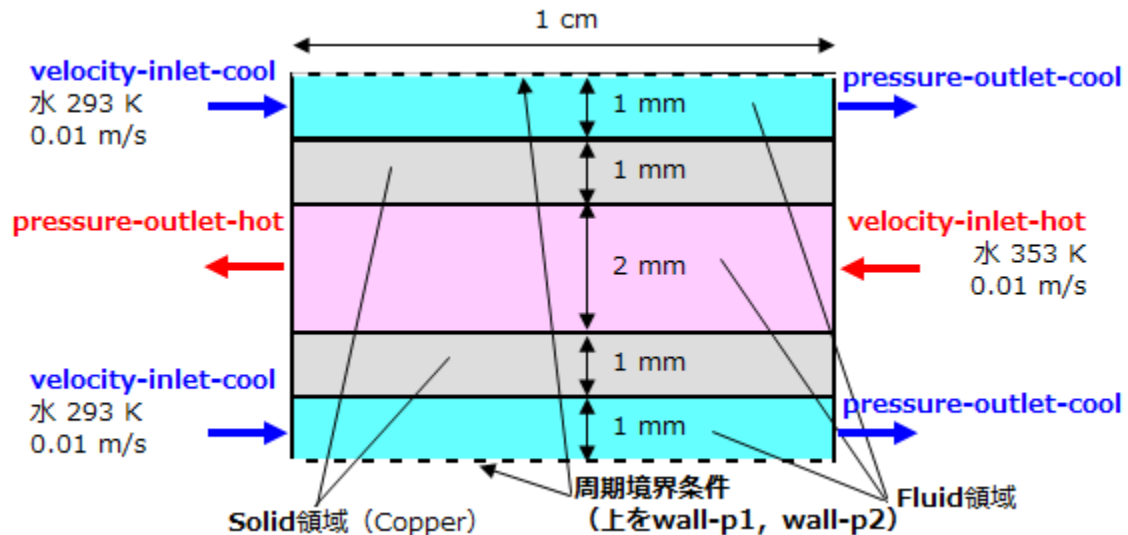

図 17 熱交換器シミュレーションの設定
図 17 に示す入口温度 293 K の水と入口温度 353 K の水がそれぞれ幅 2 mm の流路を 0.1 m/s で向流に流れる熱交換器をここでは想定する。周期的に温水と冷水の流路が繰り返し配置されているものとする。周期境界条件は周期の始まりと終りに設置すればよいので、ここで示した設置位置は一例ということになる。厚さ 1 mm の銅を材質とする壁が温水と冷水
- ・ 5 Parts, 5 Bodies の左の+ボタンをクリックして五つの領域が Tree Outline に見えるようにする。五つの Surface Body が出てくるので，左下の Details View の Fluid/Solid で図 17 と対応するように流体が通る領域を **Fluid** に変えておこう。選択されている領域は画面に右側で黄色くなる。
- ・ 図 17 にしたがって、左クリックで辺を選択してから右クリックで **Create Named Selection** で現れる欄に境界の名前を入力していく。同じ名前の境界の辺は Ctrl キー+左クリックで二つとも選択してから名前をつけると二つの辺を同一名（一度に FLUENT でも設定することになる）にできる。